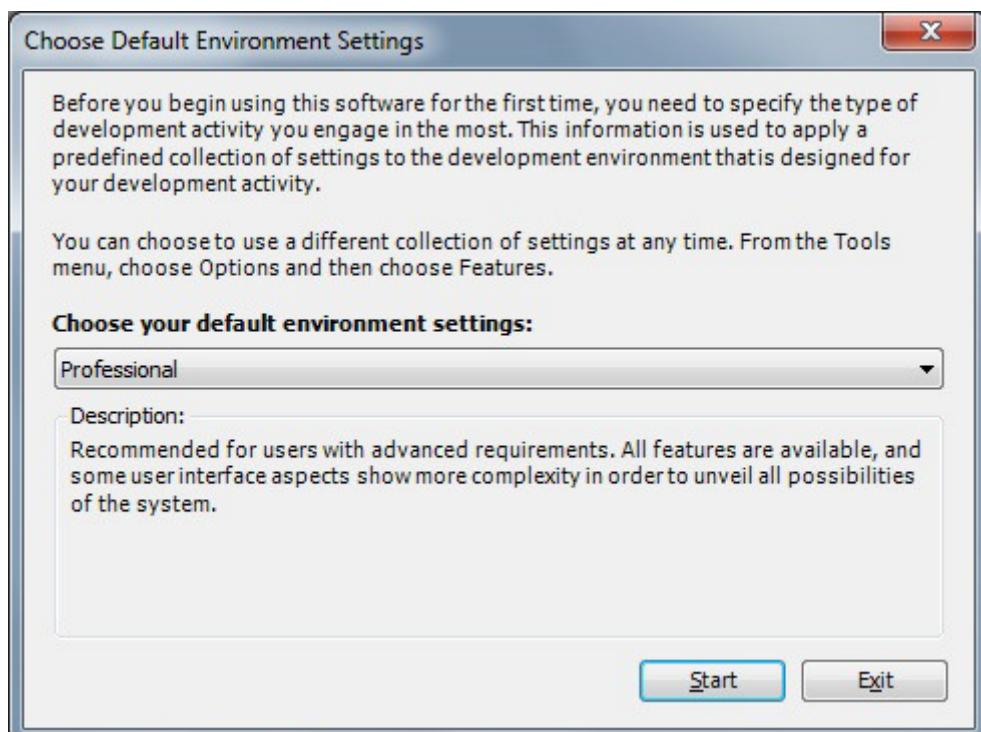

Рисунок 2.14 – Выбор параметров среды по умолчанию
**ВАЖНО!** Во время первого запуска системы разработки *CoDeSys* появляется окно, в котором предлагается *выбрать параметры среды по умолчанию* (*Choose your default environment settings*). Необходимо выбрать *профессиональный* профиль (*Professional*) (рисунок 2.14), так как он является наиболее универсальным и обладает возможностями, которые недоступны стандартному профилю. После выбора нажать кнопку «*Start*».